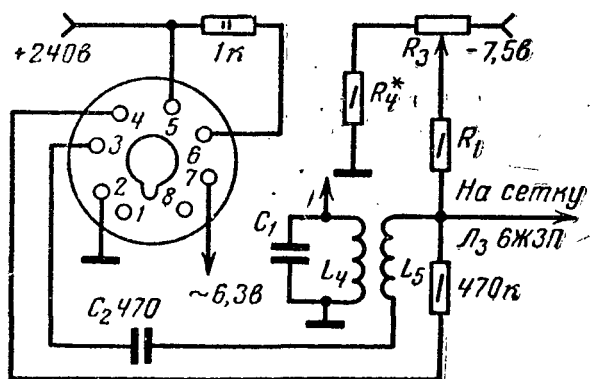

Рис. 25. Установка ПТК в телевизор «Енисей».
**Телевизор «Енисей».** Установить блок ПТК вместо блока ПТП-2а в телевизор «Енисей» Вы сможете после изменения принципиальной схемы в соответствии с рис. 25. Изменение монтажа